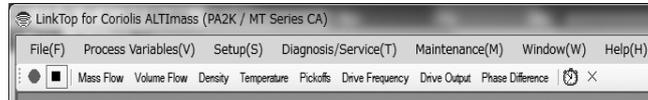

図21
- ① 画面上部メニューの「Chart and Recording」をクリックし、「Active」をクリックすると、画面上部に図21のようなツールバーが表示されます。